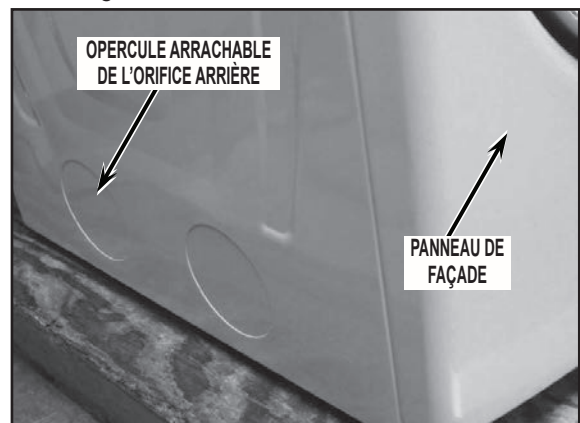

FIGURE 28
1. Faisant face à l'appareil, examiner la partie inférieure du panneau latéral de gauche. S'il y a deux orifices de sortie obturés par un opercule arrachable, ARRACHER UNIQUEMENT L'OPERCULE ARRACHABLE DE L'ORIFICE ARRIÈRE. Voir la *Figure 28*.